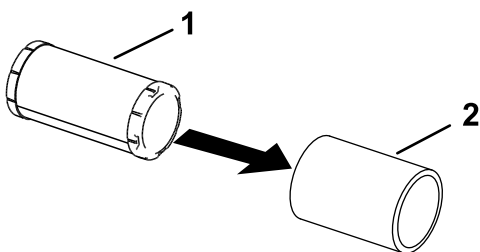

Figura 44
5. Separai elementele din spumă i cele din hârtie (Figura 44).